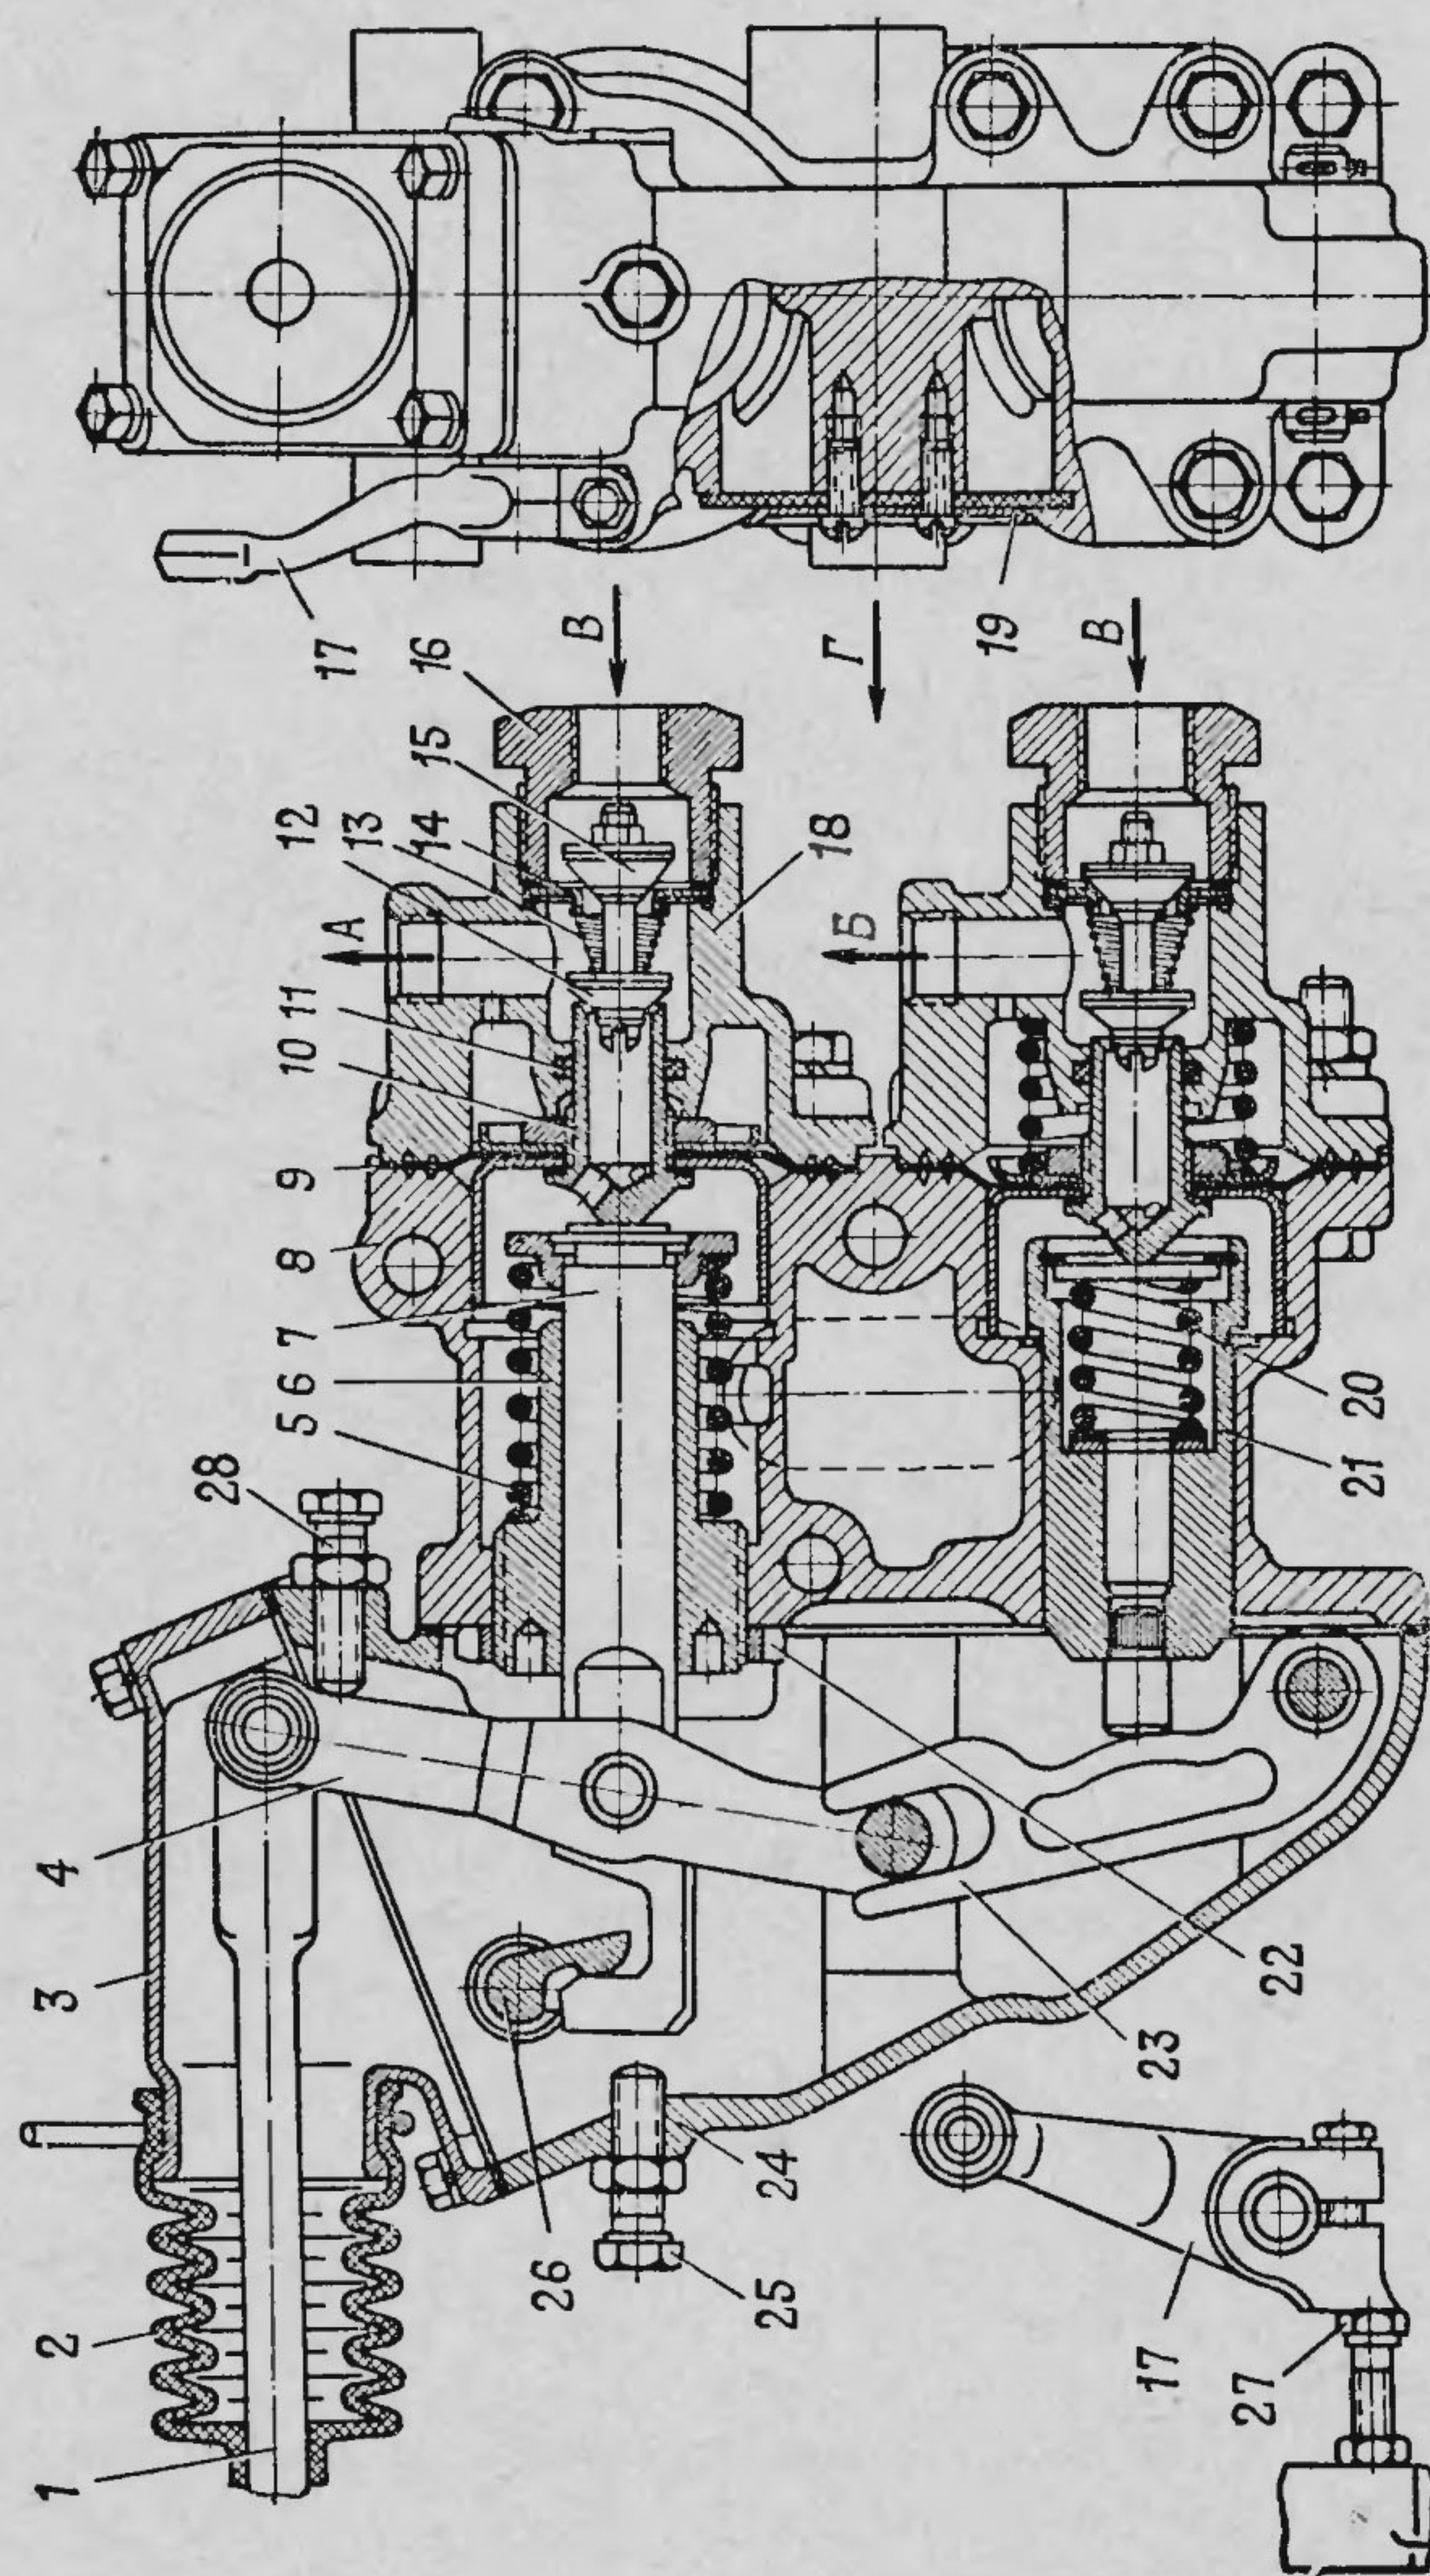

Рис. 58. Тормозной кран:
2. Вывернуть из пробки 16 (рис. 58) соединительную арматуру.